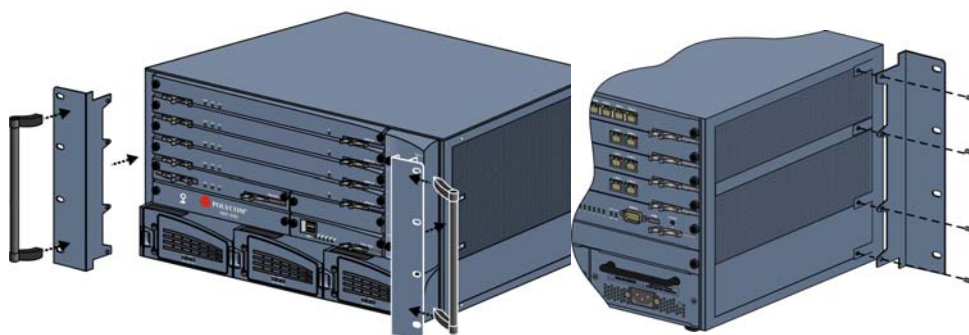

图 1-5 安装手柄和支架及 23 英寸支架附件的详细后视图
- 2 移除之后，安装机架安装附件套件中提供的 23 英寸支架并将手柄重新安装到 23 英寸支架上。如图 1-5 所示。